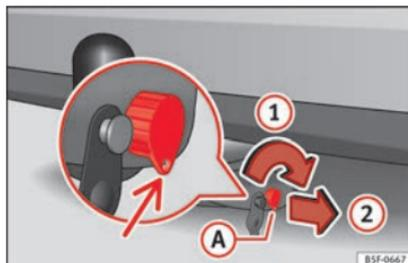

Fig. 237 Bloquear cerradura
- Gire la llave **A** en el sentido de la flecha **1** hasta que la parte agujereada de la llave llegue a su posición inferior » » fig. 237.